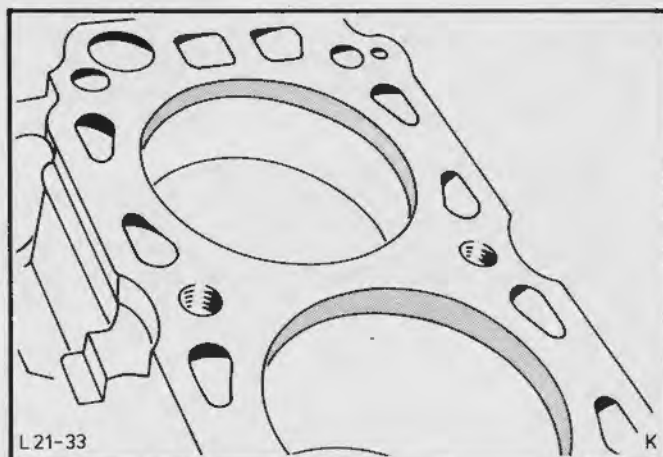

Fig.38. Fjern sodaflejringer fra den øverste cylinderrand
20. Stil stemplerne midt ned i deres respektive cylindre og fjern sodaflejringer fra den øverste cylinderrand med en skraber, Fig.38, men pas på ikke at røre stempelringenes glideområde.